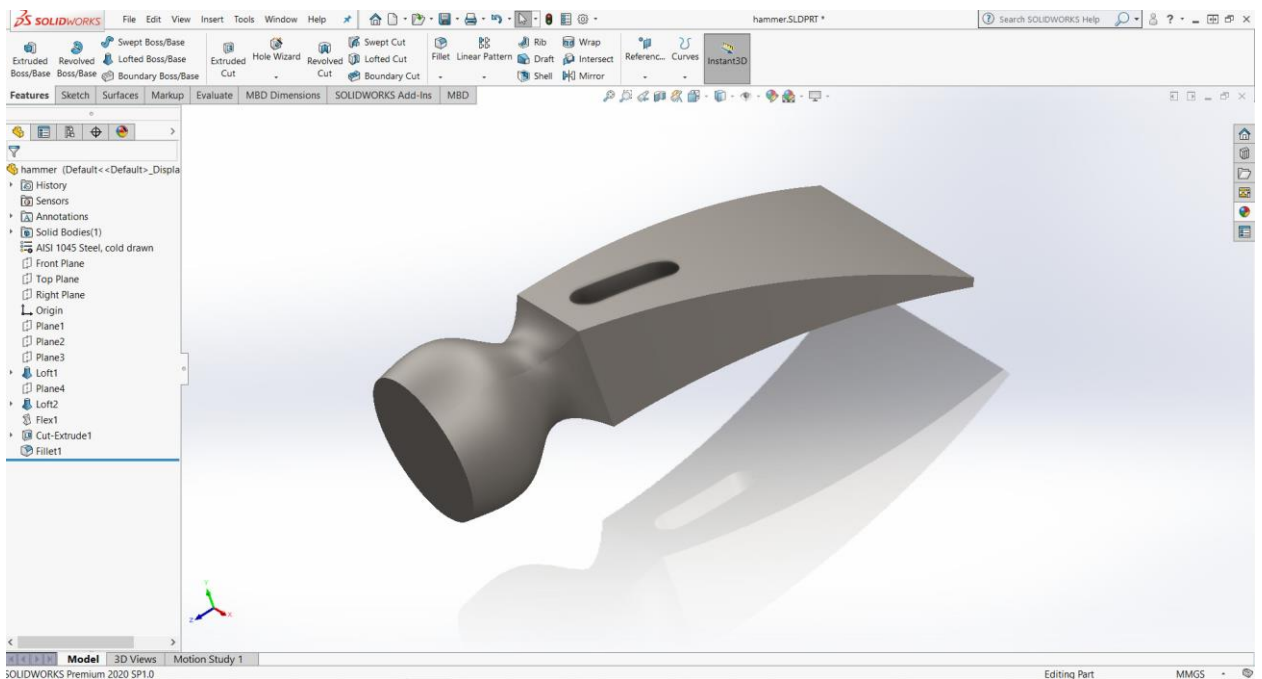

Рис.1. Деталь типу «Молоток»
2. Побудувати 3D-моделі деталі типу «Молоток» (рис.1)